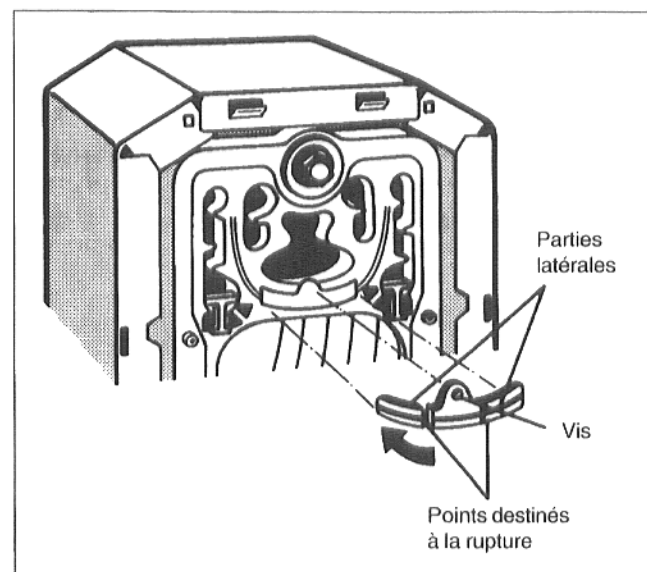

Fig. 33
- Poser l'obturateur de gaz de combustion sur un support de manière à ce que les points de rupture de consigne soient dégagés (Fig.33).